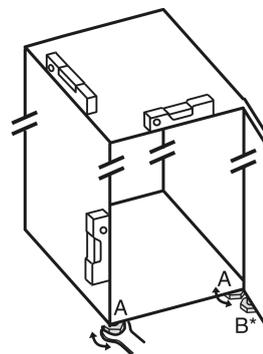

Fig. 4
- ▶ Stellfüße Fig. 4 (A) mit beiliegendem Gabelschlüssel und mit Hilfe einer Wasserwaage herausdrehen, bis das Gerät fest und ebenstehend ausgerichtet ist.
▶ Stellfuß *Fig. 4 (B)* am Lagerbock mit beiliegendem Gabelschlüssel herausdrehen, bis er auf dem Boden aufliegt.
▶ Stellfuß *Fig. 4 (B)* um 90° weiter drehen.